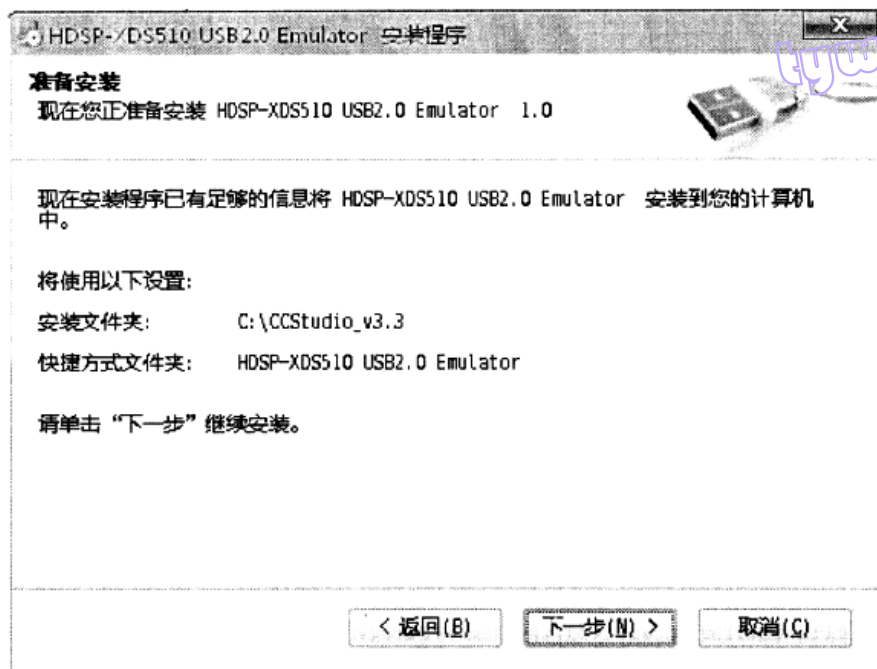

图 1-18 仿真器驱动安装步骤 4
④ 准备安装画面,核对安装信息,没有问题的话单击“下一步”,如图 1-18 所示。